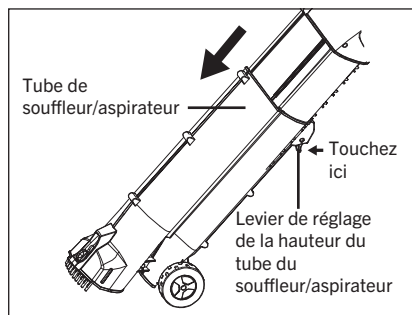

FIG. 6
1. Appuyez sur le levier de réglage de la hauteur du tube de soufflage/d'aspiration et faites glisser le tube d'aspiration/de soufflage vers le haut ou vers le bas jusqu'à la longueur désirée (Fig. 6).